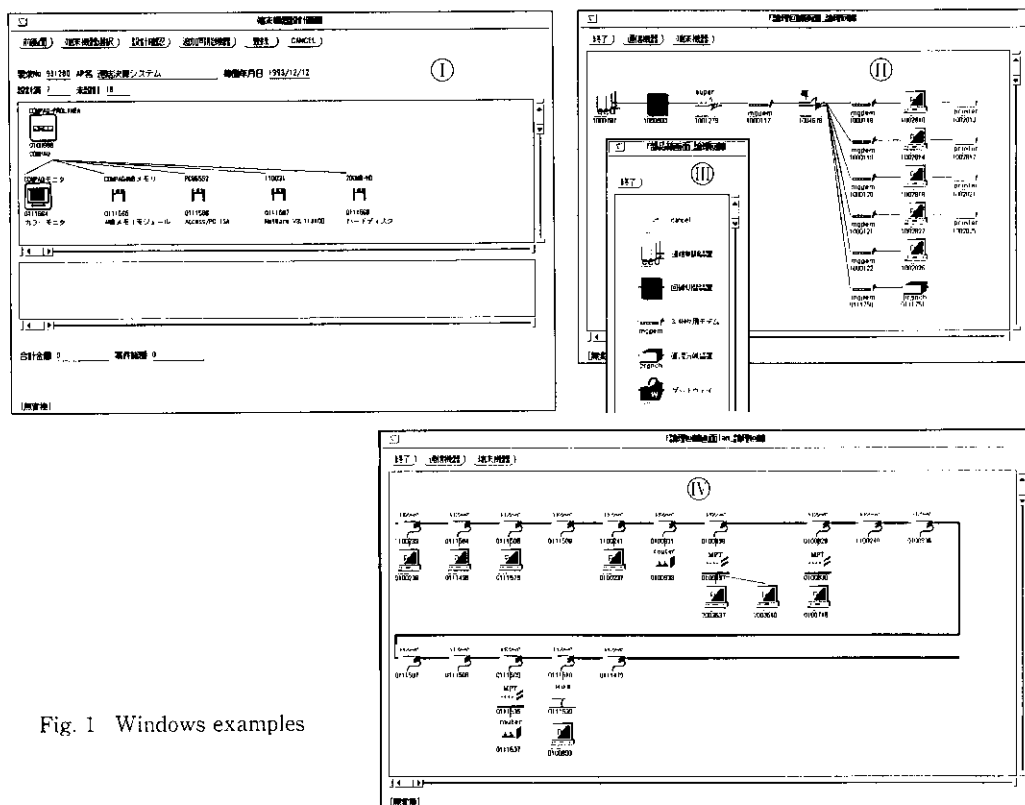

Fig. 1 Windows examples
ネットワーク構築管理システムの画面例を Fig. 1 に示す。
- (1) 端末機器の希望の機種を入力すると標準構成が表示 (Fig. 1のI-端末機器設計画面) され、必要機器を選択することにより、必要費用を算出できる。
- (2) 導入されている各種通信機器について、使用状況 (ポートの空き状況やラインセットの装着状況等) が表示され、使用可能な機器やポートを利用予定として管理できる。
- (3) 導入されているネットワーク環境に対して、新たに設置予定の各種通信機器の追加を行うことや、既に導入されている機器の移設および削除を行うことができ、これらを予定情報として管理できる (Fig. 1のII-ネットワーク構成表示画面、Fig. 1のIII-部品画面)。
- (4) 導入されている機器だけでなく、設計結果 (導入や変更の予定) を反映したネットワーク構成が表示できる (Fig. 1のIIおよびIV-ネットワーク構成表示画面)。
- (5) ネットワーク構築に新たに必要となる機器と費用を一覧で表示できる。